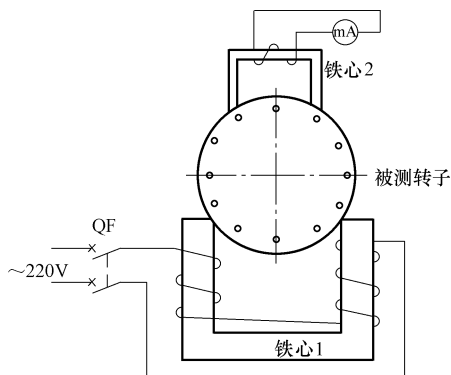

图 2-41 用探测器法检查笼形转子断条
2) 探测器法 如图 2-41 所示,将被测转子放在探测器两铁心